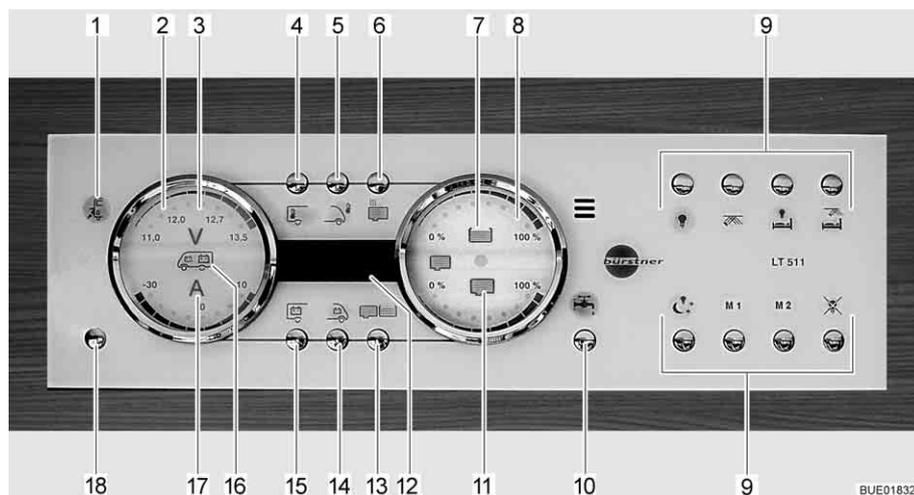

Bild 165 Panel LT 511
Die 230-V-Kontroll-Leuchte (Bild 165,1) leuchtet, wenn am Eingang des Elektroblocs Netzspannung vorhanden ist.
Der 12-V-Hauptschalter (Bild 165,18) schaltet das Panel und die 12-V-Versorgung des Wohnraums ein und aus.
- Taste 12-V-Versorgung (Bild 165,18) kurz drücken. Die 12-V-Versorgung des Wohnraums ist eingeschaltet. Die Kontroll-Anzeige "12 V" leuchtet.
- ▷ Wenn nach dem Einschalten die LED "11,0" der Voltanzeige sowie das Symbol Volt "V" (Bild 165,3) im Anzeigeelement Batterien (Bild 165,2) blinken, dann ist die Spannung der Wohnraumbatterie zu gering. Batterie laden.
- ▷ Wenn nach dem Einschalten die Kontroll-Anzeige "12 V" und das Symbol Volt "V" (Bild 165,3) dreimal blinken, dann ist die Batterietrennung aktiviert. Batterietrennung deaktivieren.
- Taste 12-V-Versorgung (Bild 165,18) kurz drücken. Die 12-V-Versorgung des Wohnraums ist ausgeschaltet. Die Kontroll-Anzeige "12-V-Versorgung" erlischt.
- Taste Wohnraumbatterie (Bild 165,15) drücken und ca. 10 Sekunden lang gedrückt halten. Das Symbol Volt "V" (Bild 165,3) und die Kontroll-Anzeige "12 V" blinken dreimal. Die Wohnraumbatterie ist vom 12-V-Bordnetz getrennt.
- Taste 12-V-Versorgung (Bild 165,18) drücken und ca. 5 Sekunden lang gedrückt halten. Das Symbol Volt "V" (Bild 165,3) und die Kontroll-Anzeige "12 V" blinken dreimal. Die Wohnraumbatterie ist mit dem 12-V-Bordnetz verbunden. Die Kontroll-Anzeige leuchtet nach ca. 5 Sekunden.
- Taste Wohnraumbatterie (Bild 165,15) drücken. Das Symbol Volt "V" (Bild 165,3) leuchtet. Das Symbol Ampere "A" (Bild 165,17) leuchtet je nach Ladung oder Entladung weiß bzw. rot. Die Batteriespannung und der Strom der Wohnraumbatterie werden über die LEDs im Anzeigeeinstrument angezeigt.
- Taste Starterbatterie (Bild 165,14) drücken. Das Symbol Volt "V" (Bild 165,3) leuchtet. Die Batteriespannung der Starterbatterie wird über die LEDs im Anzeigeeinstrument angezeigt.
Anzeigen: ■ Taste Tanks (Bild 165,13) drücken. Die Symbole Wassertank (Bild 165,7) und Abwassertank (Bild 165,11) leuchten. Die Füllstände des Wassertanks (obere Skala) und des Abwassertanks (untere Skala) werden über die LEDs im Anzeigeeinstrument angezeigt.
Das Symbol Wassertank (Bild 165,7) oder das Symbol Abwassertank (Bild 165,11) blinkt, wenn der Wassertank leer oder der Abwassertank voll ist.
Über die Digitalanzeige (Bild 165,12) lassen sich die Innentemperatur und die Außentemperatur anzeigen.
- Taste Innenraumtemperatur (Bild 165,4) drücken. Die Innentemperatur wird angezeigt.
- Taste Außentemperatur (Bild 165,5) drücken. Die Außentemperatur wird angezeigt.